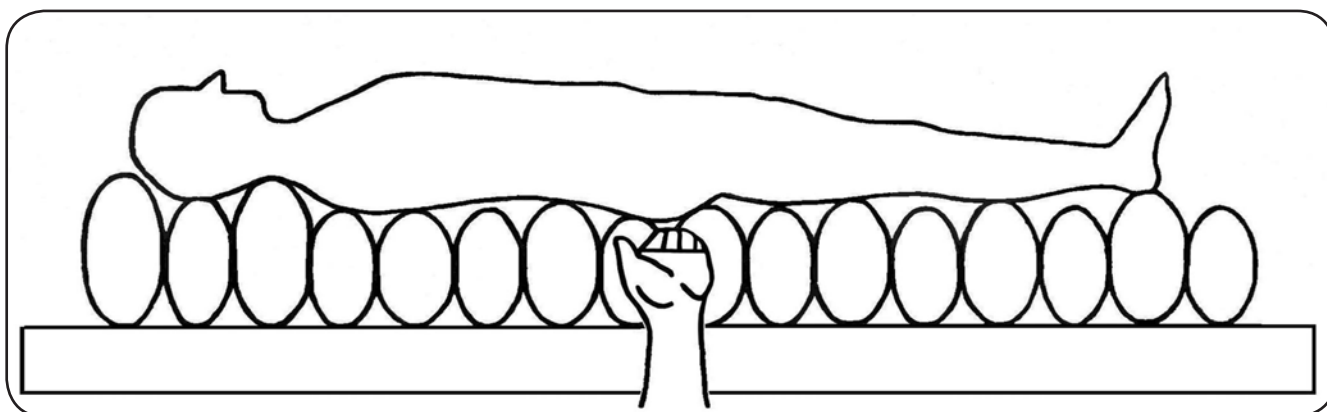

Abbildung 10
11. Kontrollieren Sie jetzt den eingestellten Druck mit dem Handtest. Schieben Sie die flache Hand zwischen das Gesäß des Patienten und der entlüfteten Zelle der Wechseldruckmatratze. Zur optimalen Lagerung muss zwischen Gesäß und der entlüfteten Zelle ein Abstand von ca. 3-4 cm sein (siehe Abbildung 10).